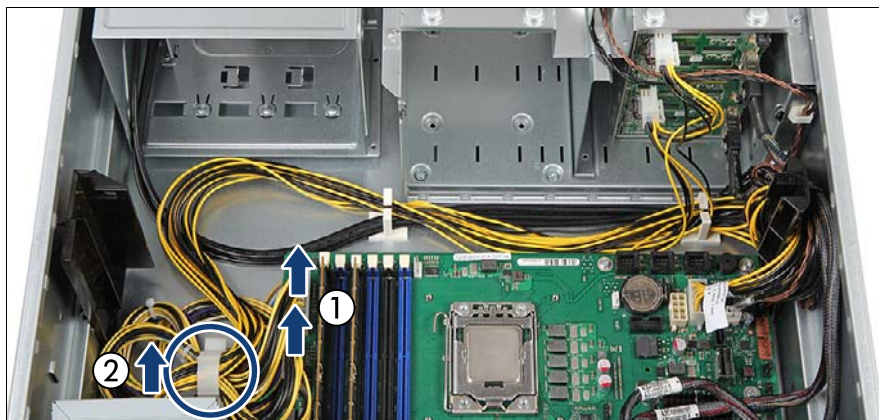

図 37: 電源ケーブルの取り外し
- ▶ 電源ケーブルクランプに電源ケーブルを通します（図 37 を参照）。